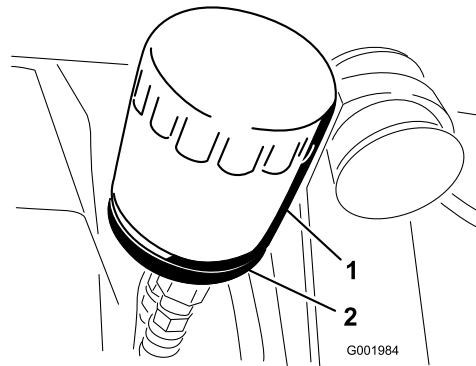

Figura 50
- Togliete il filtro dell'olio (Figura 50).
- Montate il nuovo filtro dell'olio sull'adattatore. Girate il filtro in senso orario finché la guarnizione di gomma non tocca l'adattatore, quindi serrate il filtro di un altro mezzo giro (Figura 50).